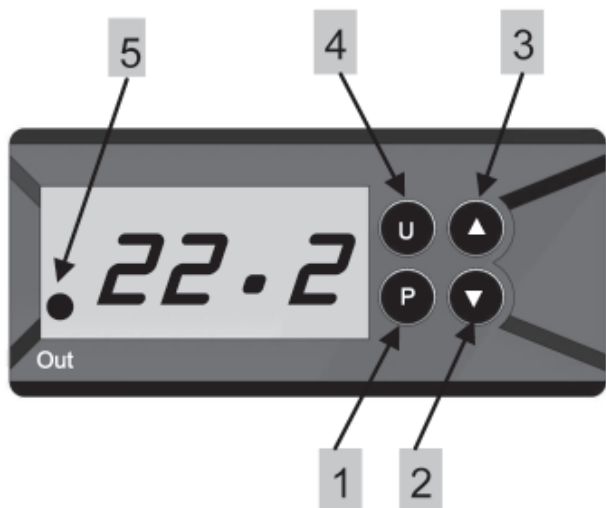

Fig 7.
Para evitar o sobreaquecimento dos componentes no interior do aquecedor, causado pela comutação frequente de ligar e desligar (ciclo), o termóstato digital foi pré-programado com uma função de retardamento. Este evita flutuações rápidas na temperatura da água, pela comutação de ligar e desligar do aquecedor mais do que uma vez no período de dois minutos. O modo de retardamento é indicado pela intermitência do indicador Vermelho (5) no termóstato digital (ver fig.7)